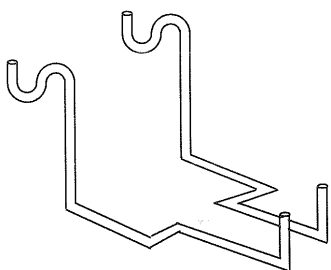

図5
- (3) 支持台の足の部分を図5のように内側に曲げ、支持台が立つようになる。